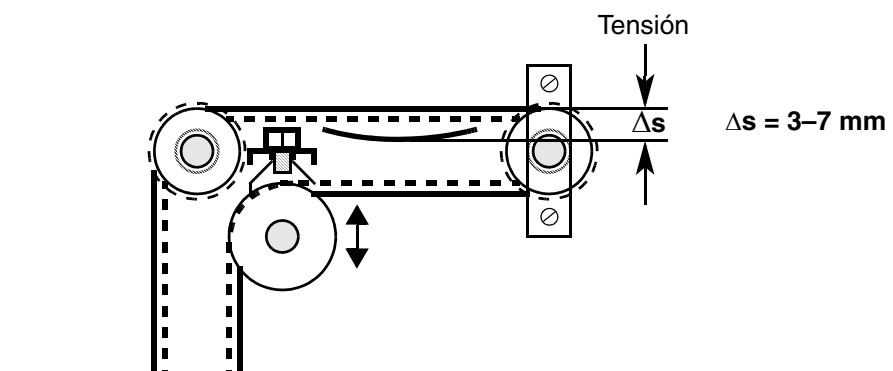

Figura 34: Tensión de la correa dentada
- Compruebe la tensión de la correa dentada ( $\Delta s$ ). ☞ Véase la figura 34: Tensión de la correa dentada.